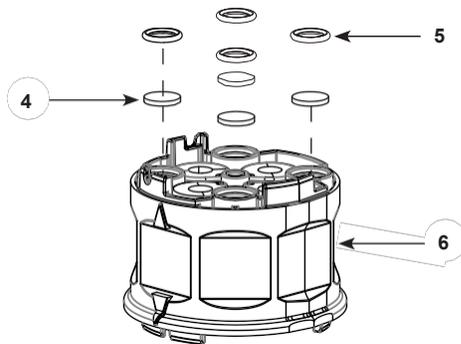

図 23 ピンチバルブハウジングの組み立て
注: ポンプを分解する場合は、必ず Y ブロックガスケット (図 23 の項目 10) を交換する必要があります。
2. 図 23 を参照してください。フィルタ・ディスク (4) と O リング (5) を組み立てる。